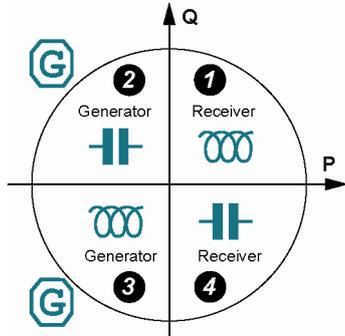

Abbildung 18-6: Wiederholung der Quadranten.
- **E Blindarbeit (Q1, Q2, Q3, Q4):** seit der zuletzt durchgeführten Reinitialisierung kumulierte Blindarbeit jedes einzelnen der 4 Quadranten (siehe Abbildung 18-6: Wiederholung der Quadranten. auf Seite 70).